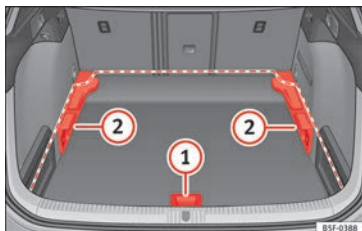
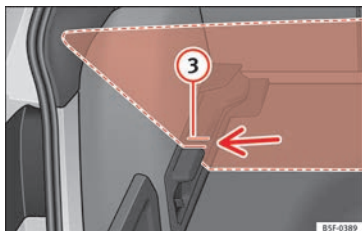

Abb. 181 Variabler Gepäckraumboden: Positionen.
Abb. 182 Variabler Gepäckraumboden: geneigte Kerben.
» **Abb. 181** ① an und ziehen Sie ihn nach
» **Abb. 181** ① an und ziehen Sie ihn nach hinten, bis der vordere Teil vollständig über den Trägern ② liegt.
- Stecken Sie nun diesen vorderen Teil in die unteren Schlitze dieser Träger, verschieben Sie den Boden nach vorn bis zum Anschlag an der Rücksitzlehne und senken Sie den Boden gleichzeitig mit dem Haltegriff ① ab.
» **Abb. 181** ① an und ziehen Sie ihn nach hinten, bis der vordere Teil des Bodens über den geneigten Kerben » **Abb. 182** ③ liegt.
- Bewegen Sie den Boden nun mithilfe des Griffstücks über diese Kerben ① bis an die Rücksitzlehnen heran, sodass der Boden schließlich auf den Kerben aufliegt.